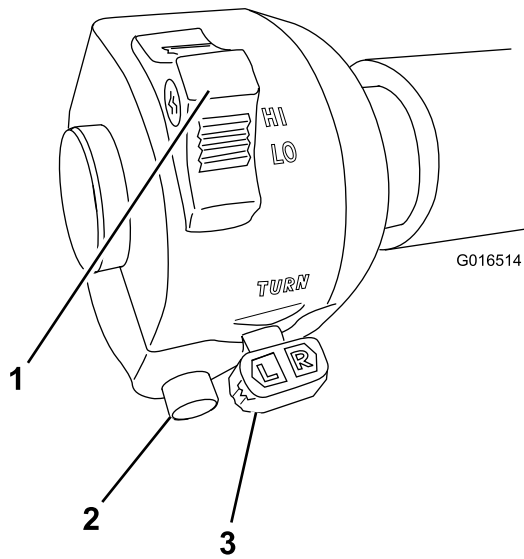

Bild 21
- Mit dem **Blinkerschalter** schalten Sie den rechten oder linken Blinker ein oder aus. Funktioniert nur bei eingeschalteter Zündung (Bild 21).
- Der Scheinwerfer- und Abblendlichtschalter funktioniert nur bei eingeschalteter Zündung (Bild 21).